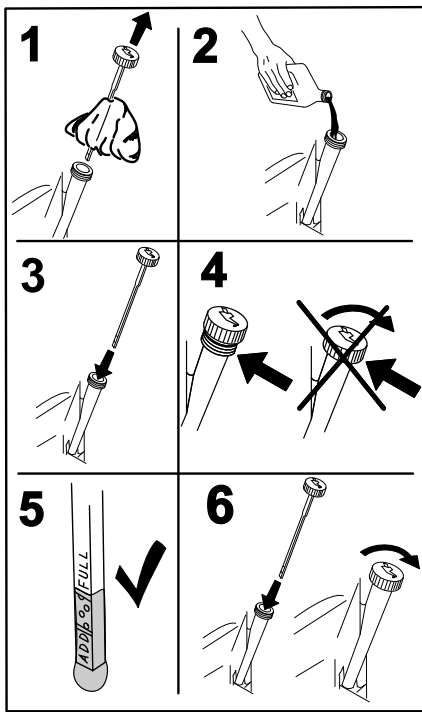

Bild 52
5. Gießen Sie langsam ungefähr 80 % der angegebenen Ölsorte in den Einfüllstutzen und füllen Sie dann vorsichtig mehr Öl ein, um den Ölstand an die **Voll**-Marke zu bringen (Bild 52).